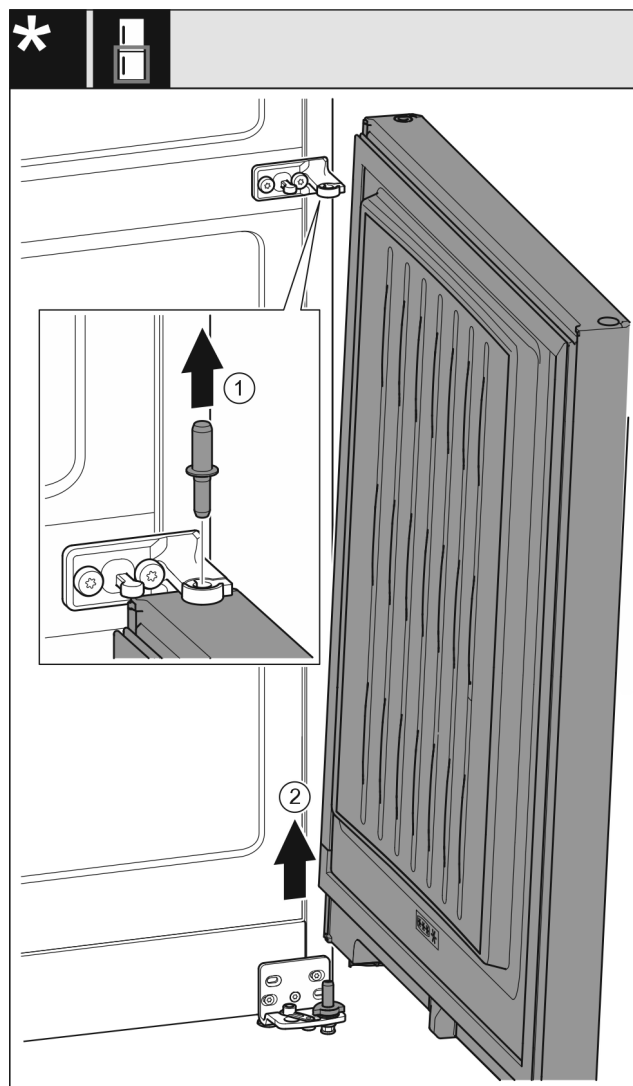

Fig. 30 Bez tlumiče zavírání*
- Čep Fig. 30 (1) vytáhněte nahoru.*
- Dveře Fig. 30 (2) kýváním vysadíte a odložte stranou.*